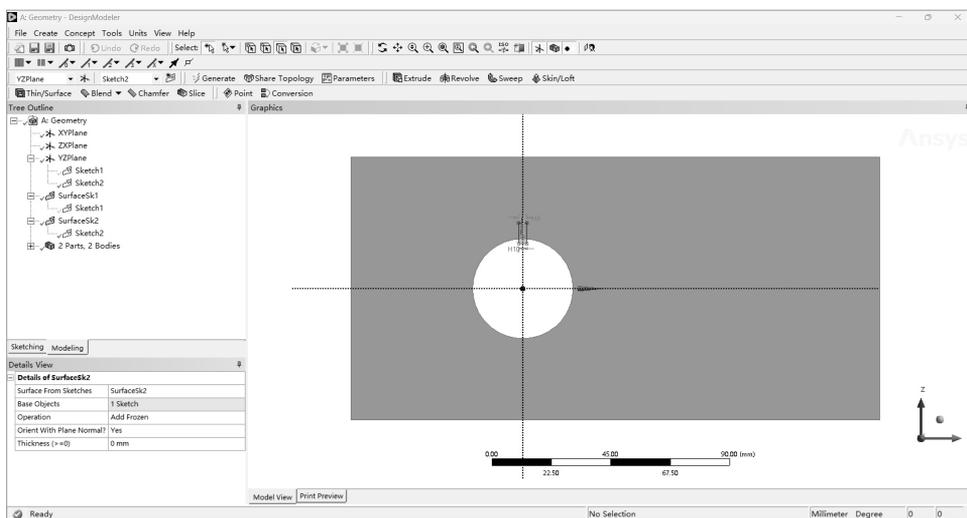

图 2-37 创建草图表面
(11) 在菜单栏中单击 Concept 菜单, 选择 Surfaces From Sketches 命令, 在弹出的“创建草图表面”对话框中设置 Base Objects 为 Sketch1, Operation 为 Add Material (添加材料), 然后单击 Generate (生成) 按钮生成 SurfaceSk1。采用同样的步骤, 设置 Base Objects 为 Sketch2, Operation 为 Add Frozen (冻结), 其余步骤不变, 生成 SurfaceSk2, 如图 2-37 所示。